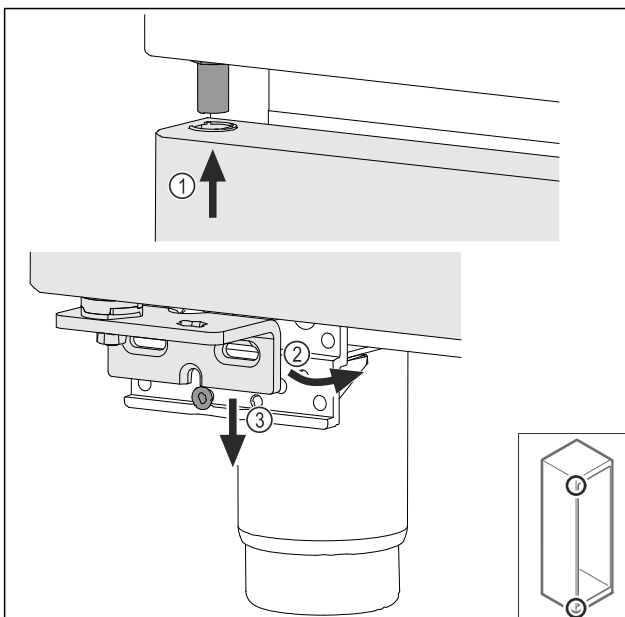

Fig. 47
- ▶ Luta dörren något och lirka in den upptill Fig. 47 (1), räta upp dörren Fig. 47 (2) och sätt den på lagerbockskraven Fig. 47 (3) nedtill.